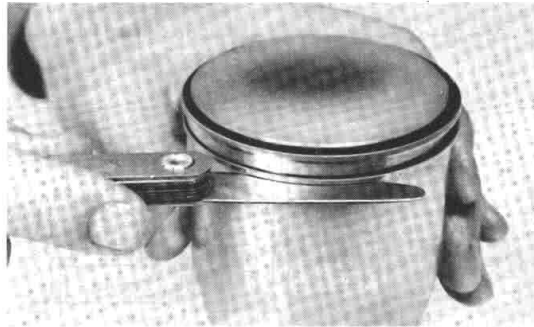

Fig. 3-4-17
4. With rings installed in grooves, insert feeler gauge between ring side and groove. If beyond tolerance, replace ring and/or piston as required. (Fig. 3-4-17)
4. Les segments étant posés dans leurs rainures, insérez un calibre à lames entre le segment et la rainure. Si elle est au-delà de la tolérance, remplacez le segment et/ou le piston si nécessaire. (Fig. 3-4-17)